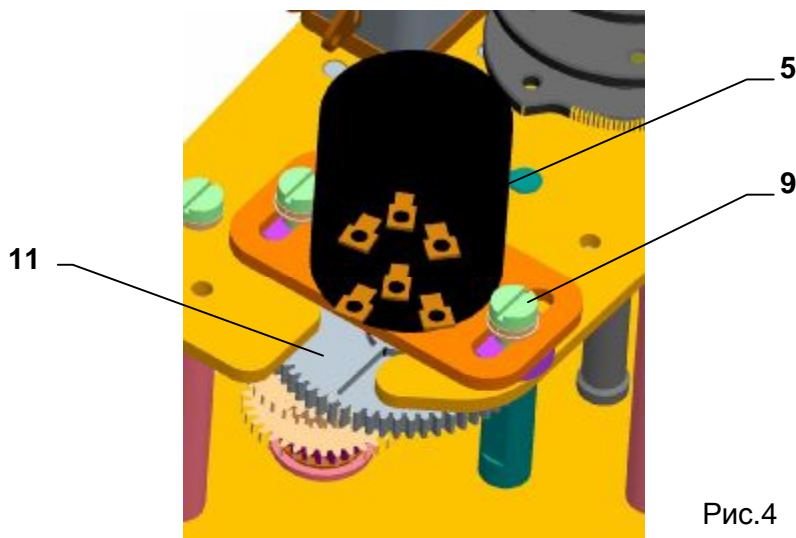

Рис.4
- в исполнении с омическим датчиком, вынесите датчик из зацепления ,(Рис.4);
- ослабьте гайку (22) при одновременном прижимании центральной накатной гайки (23) и потом гайку (23) крепляющую кулачки расслабьте настолько, чтоб тарелчатые пружины на кулачках еще создавали аксиальное пружинное усилие;
- ЭП перестановте в положение «открыто» и кулачком (29) поворачивайте в направлении часовой стрелки, вплоть до переключения выключателя S3 (25).
- ЭП перестановте о ход, при котором он будет сигнализировать положение «открыто» и кулачки (31) поворачивайте в направлении часовой стрелки, вплоть до переключения выключателя S5 (27);
- ЭП перестановте в положение «закрыто» и кулачком (28) поворачивайте против направления часовой стрелки (при виде сверху) , вплоть до переключения выключателя S4 (24) ;
- ЭП перестановте обратно о ход, в котором он сигнализирует положение «закрыто» и кулачком (30) поворачивайте против направления часовой стрелки, вплоть до переключения выключателя S6 (26);
- после настройки ЭП, рукой закрепите кулачки центральной акатной гайки (23) при одновременном прижимании, потом гайку подтяните контргайкой (22) ;
- поворочте диск указателя положения (32) для данного рабочего угла l по отношению к отметке на смотровом отверстии верхнего кожуха;
### 4.3 Установка омического датчика (рис.4)